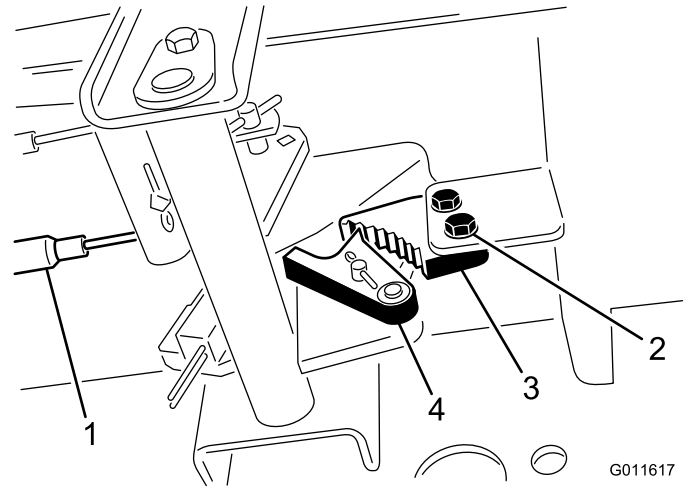

図 56
1. 駐車ブレーキのツメをフレームに固定しているネジ2本をゆるめる（図 56）。
2. ブレーキのツメが戻り止めに完全に掛かるまで駐車ブレーキ・ペダルを前に踏み込む（図 56）。